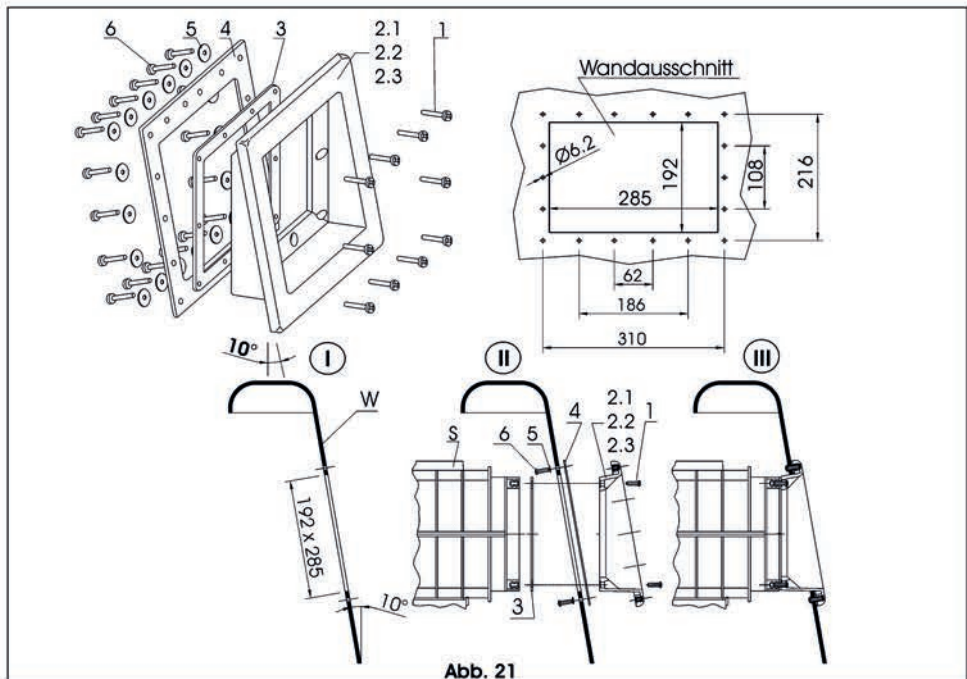

Abb. 21
3.9 Einbau der Skimmer V20 Art. 152402 in vorgefertigte Becken mit Wandneigung ca. 10° mit der Schrägverlängerung Art. 1531 (Abb. 21)